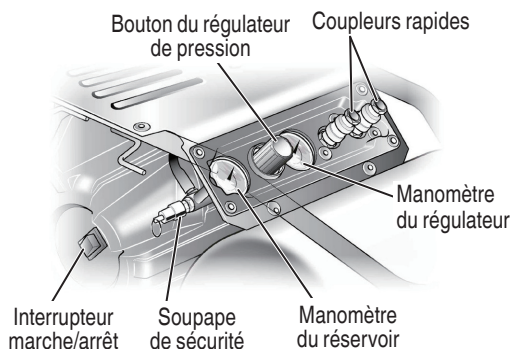

Fig. 3
- Insérez le tuyau dans le coupleur rapide déjà installé sur le compresseur (Fig. 3).
- Tirez sur le bouton du régulateur de pression et tournez-le à fond dans le sens des aiguilles d'une montre pour ouvrir le flux d'air. (Fig. 3)
- Placer l'interrupteur dans la position **ARRÊT (O)** et brancher le cordon d'alimentation.